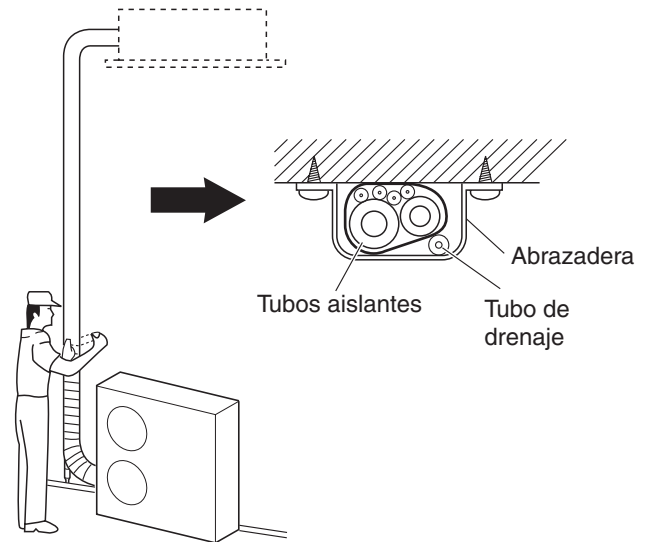

Fig. 6-10
- (1) En este momento, los tubos de refrigeración (y el cableado eléctrico, si lo permiten las normas locales) deberían unirse en 1 haz con cinta aislante. Para que el líquido de condensación no sobrepase el depósito de recogida de condensación, mantener la manguera de drenaje separada del tubo de refrigeración.
- (2) Enrollar la cinta aislante desde la parte inferior de la unidad exterior hasta la parte superior del tubo, donde se introduce en la pared. Al envolver el tubo, ir solapando la mitad de cada vuelta de cinta colocada.
- (3) Fijar el haz del tubo a la pared utilizando aprox. 1 abrazadera por metro. (Fig. 6-10)